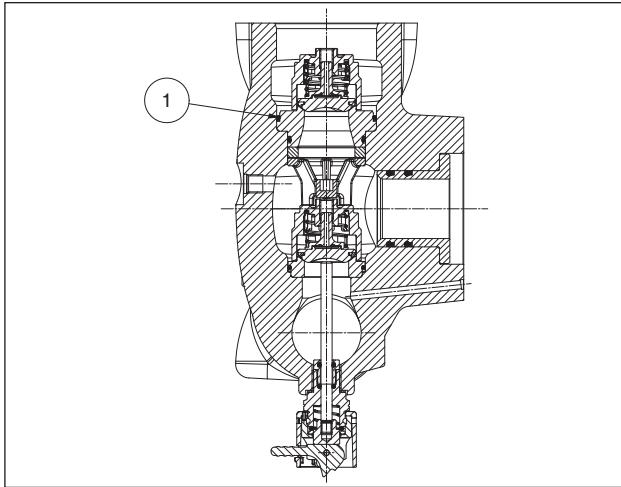

Abb. 124
Achten Sie besonders auf das Einsetzen des O-Rings Pos. ①, Abb. 124.